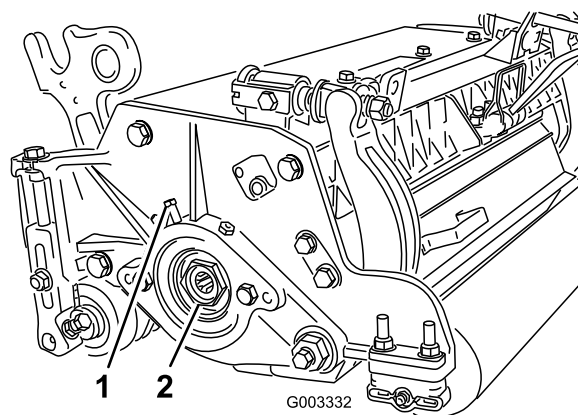

Figura 28
- A. Desaperte o parafuso do conjunto externo segurando a porca de ajuste do rolamento localizado no lado esquerdo da unidade de corte (Figura 28).